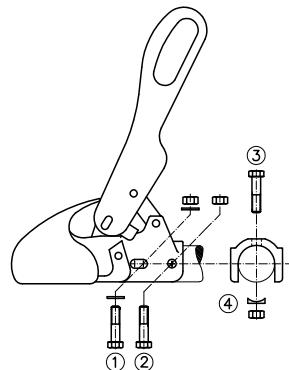

Bild 3: Anschluss
Die Zugkugelkupplungen WS 3000-H/L/LB sind spezielle Ausführungen für Auflaufbremsen und werden mit Kreuzverschraubung (1)+(3) und dem Lochabstand **40 mm** montiert. (Bild 3) Das Befestigungsmaterial gehört nicht zum Lieferumfang.
2.2 Wird die Zugkugelkupplung WS 3000/3500 als Ersatz für einen anderen Kupplungstyp eingesetzt, so ist bei Auflaufenrichtungen darauf zu achten, daß der Stoßdämpfer wieder vorschriftsmäßig montiert und evtl. im Zugrohr vorhandene Distanzrohre korrekt aufgefädelt werden. Als Hilfsmittel bei der WS 3000-D bitte die mitgelieferten Bolzen Ø 12x34 mm oder Ø 12x49 mm je nach Deichseldurchmesser verwenden. Bei der WS 3500-D Ø 14x63 mm. Bolzen als Durchschlag bei der Demontage der Befestigungsschraube (2) oder (3) (Bild 3) je nach Befestigungsart des Stoßdämpfers verwenden und während der Montage/ Demontage der Zugkugelkupplung zur Zentrierung des Stoßdämpfers im Zugrohr stecken lassen. Beim Durchstecken der neuen Befestigungsschraube, Bolzen wieder entfernen.